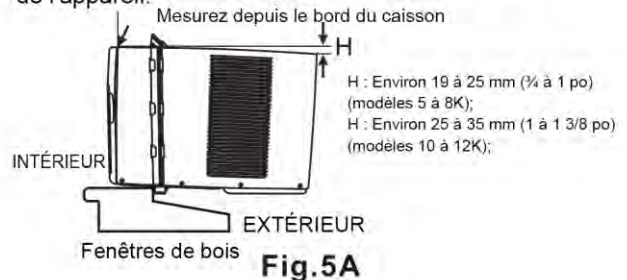
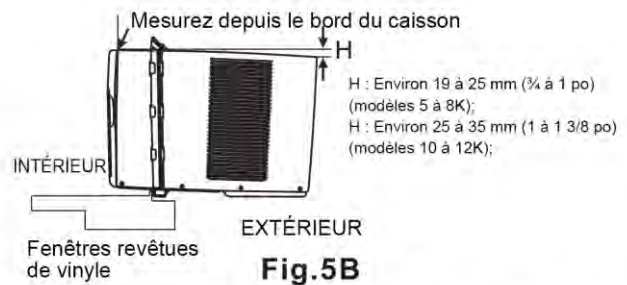

Fig. 5A
Fig. 5B
- A. Maintenez fermement le climatiseur, placez soigneusement l'appareil dans l'ouverture de la fenêtre de façon à ce que le bas du cadre du climatiseur soit contre le rebord de la fenêtre (Fig. 5A et Fig. 5B). Fermez soigneusement la fenêtre derrière le rail supérieur de l'appareil.
REMARQUE : Vérifiez que le climatiseur soit incliné vers l'arrière d'environ H (Fig. 5A et Fig. 5B) (incliné d'environ 3° à 4° vers l'extérieur).